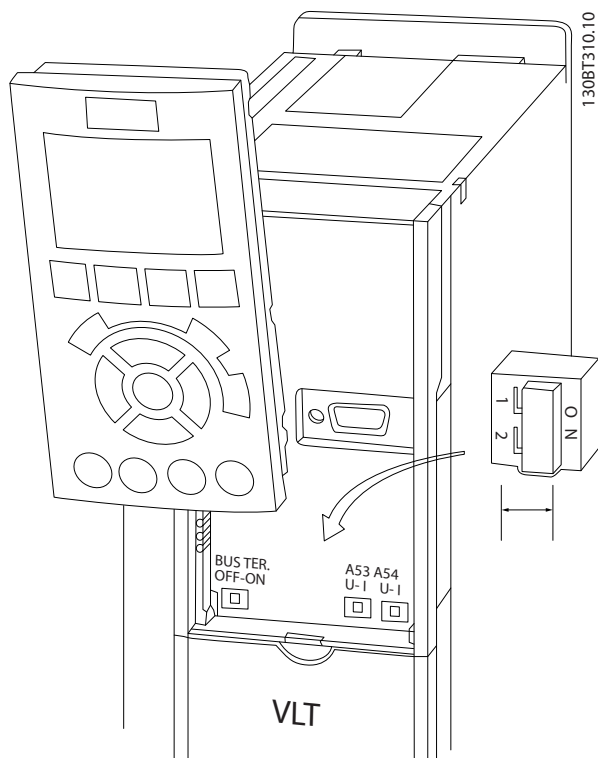

图 2.14 端子 53 和 54 开关及总线端接开关的位置
- 在拆下 LCP 后可以看到这些开关 (请参阅图 2.14)。注意,设备的某些选件卡可能挡住这些开关,因此必须拆卸它们才能更改开关设置。拆卸选件卡之前,务必断开设备电源。